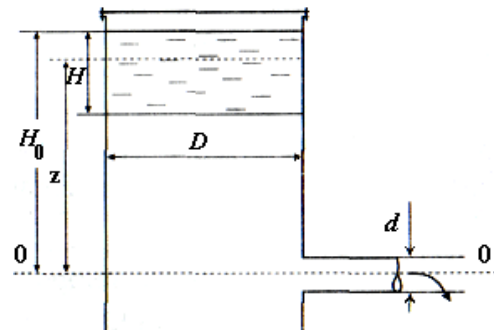

рис.14
28. Определить продолжительность опорожнения цилиндрического бака с нефтью диаметром $D = 4$ м до уровня $H = 2$ м через отверстие с трубкой диаметром $d = 200$ мм (рис. 14) Коэффициент расхода принять $\mu = 0,7$. Давление в баке над свободной поверхностью атмосферное. Первоначальная высота уровня нефти в баке $H_0 = 4$ м.